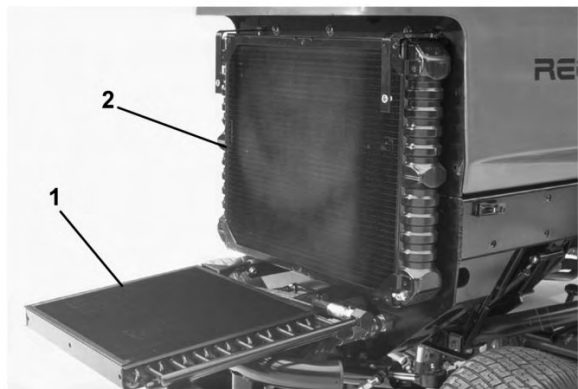

Bild 73
3. Schrauben Sie die Handräder ab und drehen Sie den Ölkühler nach hinten (Bild 73). Reinigen Sie beide Seiten des Ölkühler- und des Wasserkühlerbereichs gründlich mit Druckluft. Verwenden Sie kein Wasser. Öffnen Sie die Motorhaube und blasen Sie Fremdkörper zum Heck der Maschine raus. Drehen Sie den Ölkühler wieder zurück und ziehen Sie die Handräder an.